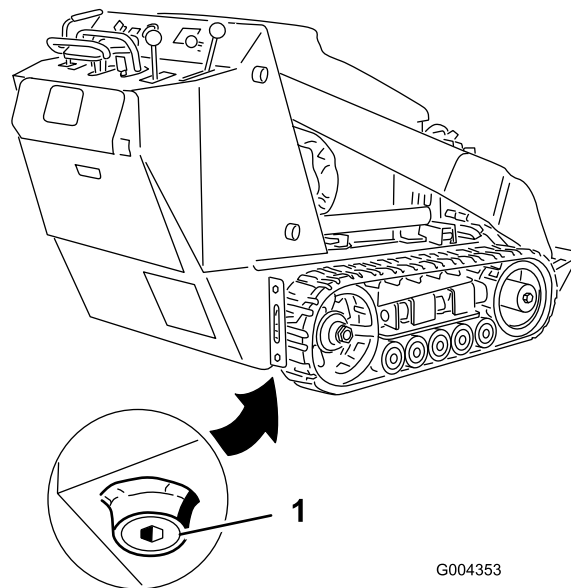

Рисунок 33
4. Снимите маслосливную пробку (Рисунок 33).